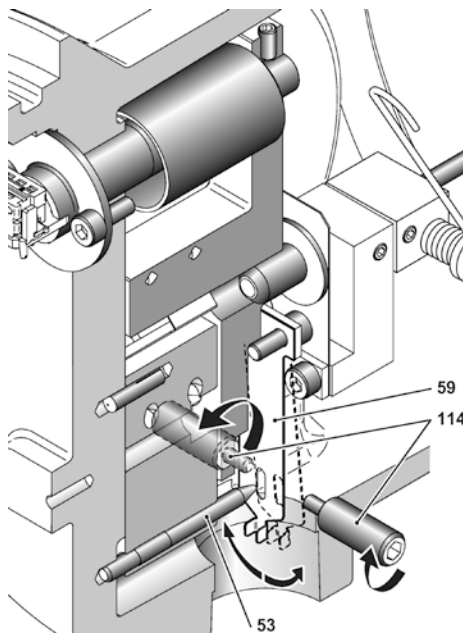

Abbildung 18
- a. Den Zugangsstopfen (107) auf der rechten Gehäuseseite öffnen, um einen Blick auf den Simulationsmechanismus zu erhalten. Den Stopfen (190) und die beiden 1/8-Zoll-NPT-Verschraubungen (115) entfernen. Einen 5 mm-Sechskantschlüssel verwenden.
- b. Zur Festlegung von REF L und REF H wird durch diese Öffnung das Biegeelement (59) mit dem Finger (59) in Richtung Drehrohr bewegt, bis das Biegeelement den Kragen der Stellschraube (114) berührt. Unter Beibehaltung des Kontakts wird das Biegeelement links oder rechts über die Kragenfläche der Schraube (Abbildung 18) geschoben.